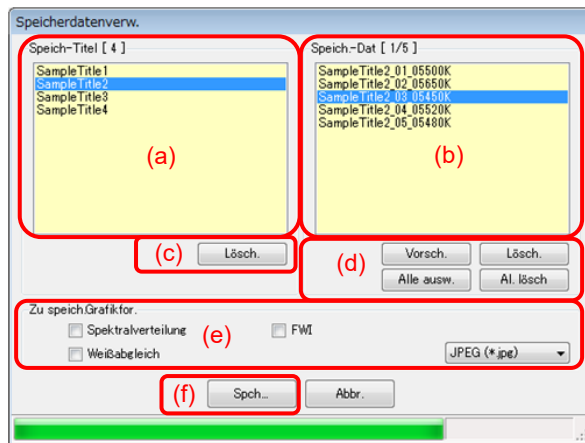
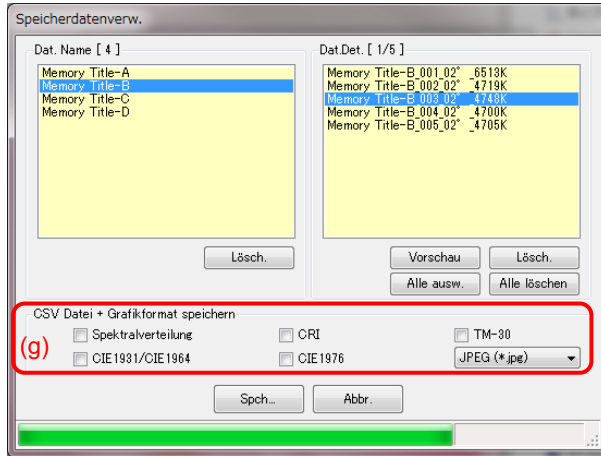

Abbildung 42 Speicherdatenverw. [C-700/C-700R]
Abbildung 43 Speicherdatenverw. [C-7000]
Die Speicherdaten werden im CSV-Format gespeichert. Wenn die in Abbildung 42 mit (e) oder in Abbildung 43 mit (g) gekennzeichneten Elemente durch Häkchen markiert sind, werden die entsprechenden Grafiken als Bild gespeichert. Die Dateinamen sind in Tabelle 5 „Dateinamen zu speichernder Speicherdaten“ aufgeführt. (Nähere Einzelheiten über Datenfelder im CSV-Format finden Sie unter „8. Anhang“ (➡ Seite 54).)
*2 „Speicherdatenname“ ist der Platzhalter für die in Abbildung 42 (➡ Seite 37) im Bereich (b) angezeigten Namen.